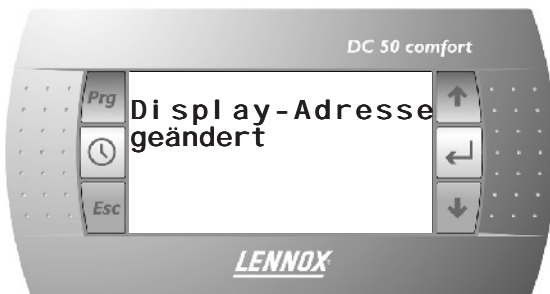

Abb. 29
- Wenn die Adresse geändert wurde, wird das in **Abb. 29** gezeigte Display angezeigt.